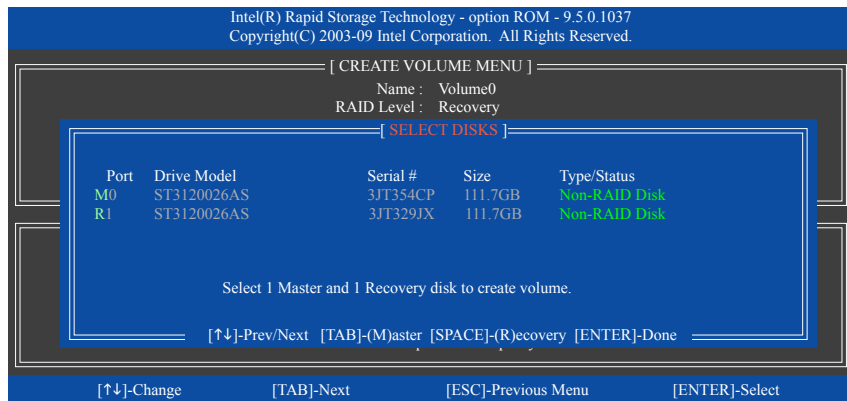

図10
**Select Disks** アイテムの下で、<Enter>を押します。**SELECT DISKS** ボックスで、マスタドライブに対して使用するハードドライブには<Tab>を押し、リカバリドライブに対して使用するハードドライブには<Space>を押します。(リカバリドライブの容量がマスタドライブの容量より大きいことを確認してください)。<Enter>を押して確認します。(図10)